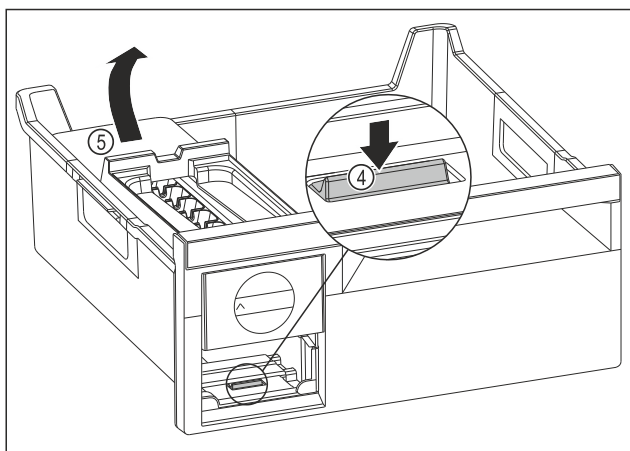

Fig. 87
- Извлеките корпус EasyTwist-Ice: Надавите пальцем вниз на накладку Fig. 87 (4) и одновременно другой рукой поднимите корпус EasyTwist-Ice Fig. 87 (5) сзади.